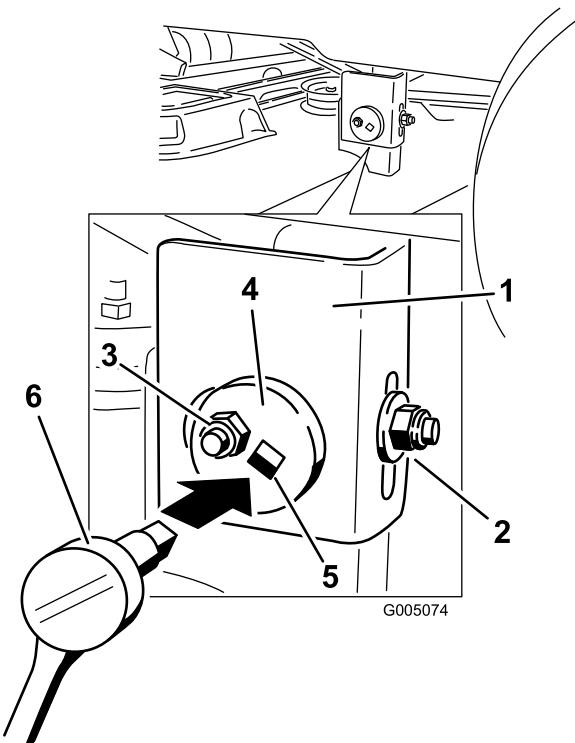

Figura 52
- Vaya al lado izquierdo de la máquina. Afloje, pero no retire, la tuerca de bloqueo trasera de la barra de soporte (Figura 52).
- Afloje la tuerca de bloqueo lateral de la barra de soporte lo suficiente para permitir ajustar la placa excéntrica (Figura 52). Utilice una llave de extensión de 3/8 pulg. de una llave de tubo para manipular la placa excéntrica. Utilice la llave para ajustar la altura de la carcasa del cortacésped hasta que la diferencia entre las medidas tomadas en el Paso 5 sea de 3/16 pulgada (5 mm) o menos.
- Cuando la carcasa esté en la posición deseada, apriete la tuerca de bloqueo lateral de la barra de soporte para fijar la posición nueva (Figura 52). Apriete la tuerca de bloqueo trasera de la barra de soporte.